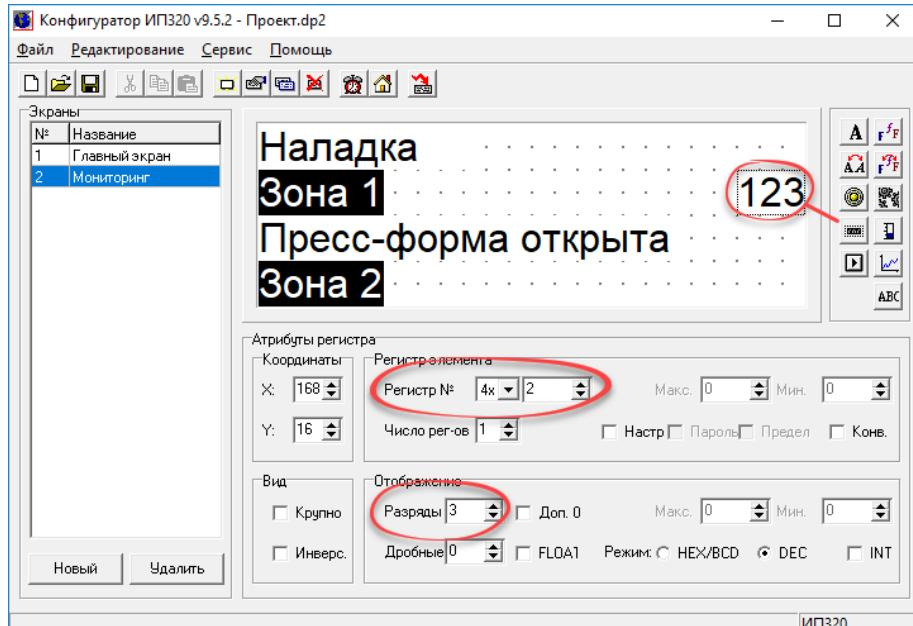

Рисунок 7.6 – Атрибуты регистра
- Создать текстовые элементы экрана («Зона 1» и «Зона 2»). Приемы ввода текста описаны в п. 4.3. Результат см. рисунок 7.6.
- В группе полей «Атрибуты регистра» (справа от поля «Зона 1») устанавливаем: регистр № = 2; разряды = 3 (так как значение температуры не превышает 200 °C). Аналогично создаем регистр справа от надписи «Зона 2». Атрибуты регистра: регистр № = 3; разряды = 3 (см. рисунок 7.6).